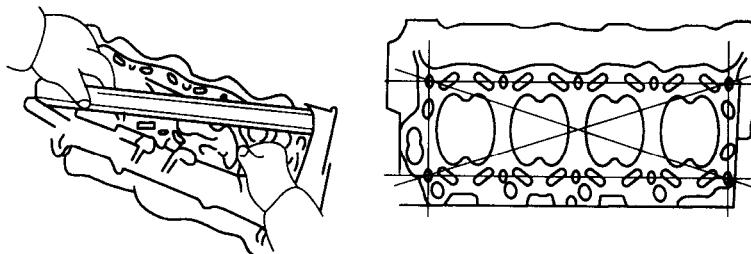

图 1-7 用直尺或刀形尺检查气缸盖的下平面
- 2) 将直尺或刀形尺沿两条对角线和纵轴线贴靠在缸盖下平面上(如图 1-7 所示)。